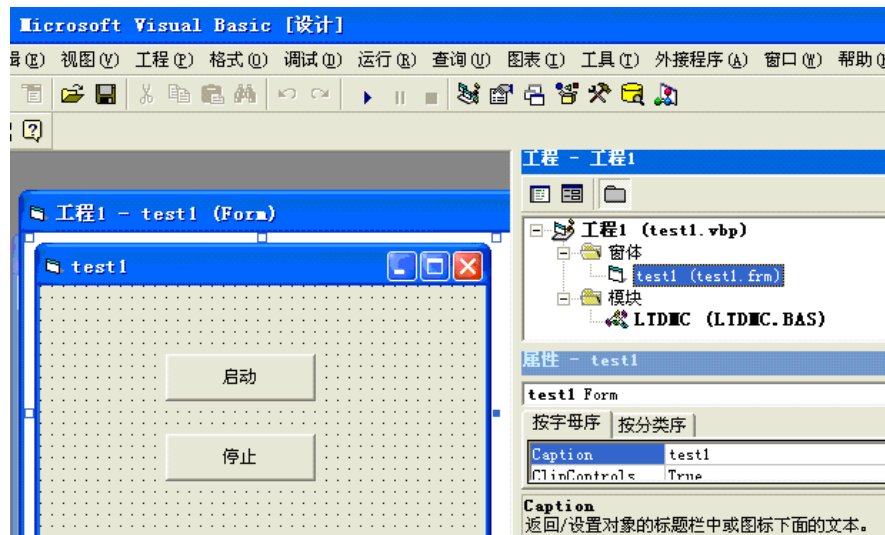

图 6.4 添加头文件
5) 菜单中选择“工程”->“添加模块”->“现存”，找到 test1 目录下的 LTDMC.bas 文件，添加到工程中，如图 6.4 所示。